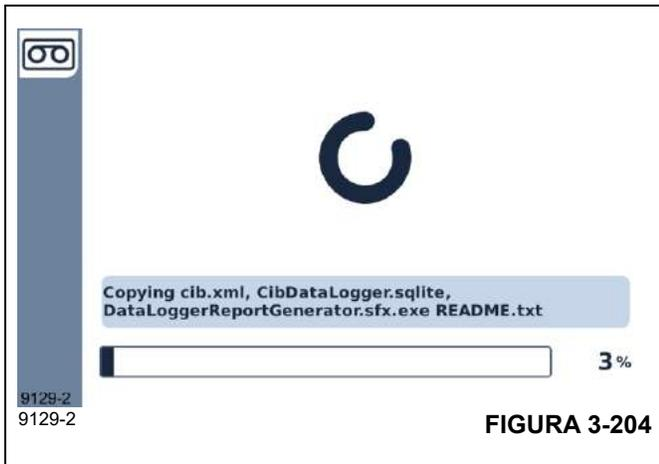

FIGURA 3-204
3. Pulse el botón de USB cuando el dispositivo sea detectado para iniciar la descarga (Figura 3-204).